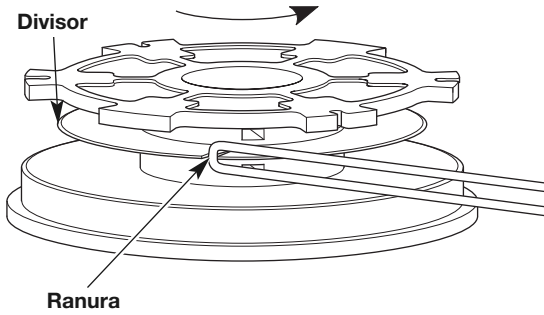

Fig. 16
2. Inserte el lazo en la ranura del divisor (Fig. 16). Enrolle el hilo ajustado en el sentido que se indica en la parte inferior del carrete interior hasta que queden aproximadamente 6 pulgadas (150 mm) de hilo. Mantenga la mitad superior del hilo por encima del divisor y la mitad inferior del hilo por debajo del divisor.